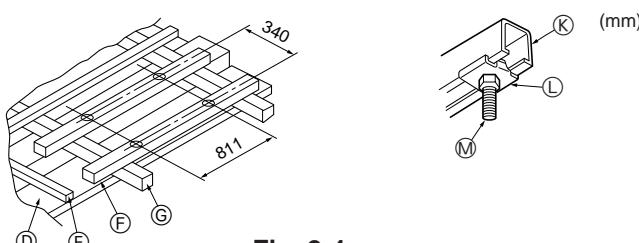

Fig. 2-4
- ① Lado exterior de la rejilla
- ② Abertura del techo
- ③ Paso del perno
- ④ Caja de componentes eléctricos
#### ① Estructuras de madera (Fig. 2-4)